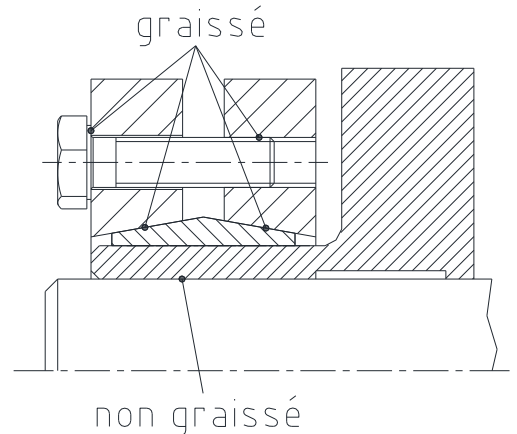

Fig. 4 : Nettoyage/Graissage des surfaces
Les bagues de serrage salies ou déjà utilisées doivent être démontées et nettoyées. À la fin, graisser les parties coniques et les filets avec du Molykote MoS₂ (fig. 4). Pour un entretien plus général, utiliser le Molykote G Rapid.
- Nettoyer et dégraisser les surfaces de contact moyeu/arbre creux et arbre (Fig. 4).
Les contacts entre arbre et alésage du moyeu (ou arbre creux) ne doivent être ni graissés ni huilés (Fig. 4).